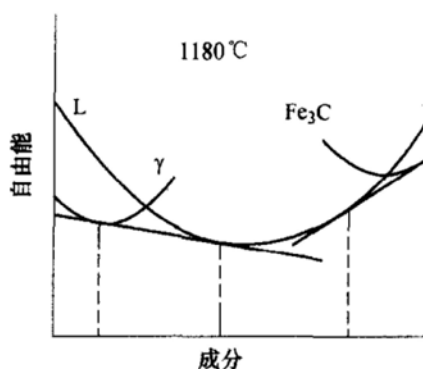

图 17-3 第三题第 4 小题解答图
4. Fe-Fe₃C 合金在 1180℃ 时的成分-自由能曲线示意图如图 17-3 所示。